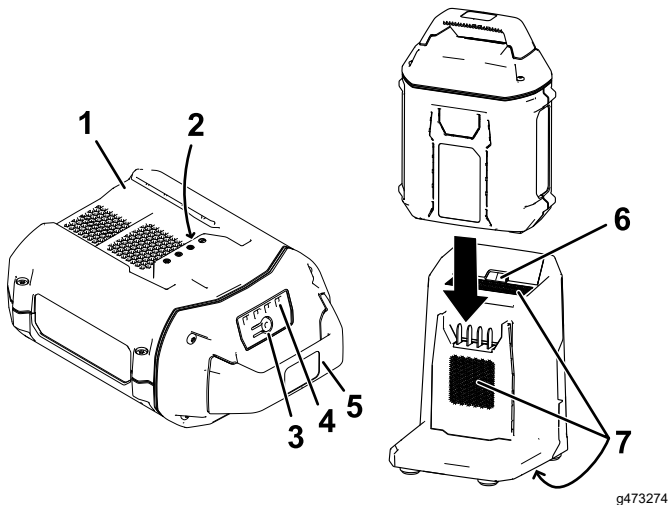

Figura 14
2. Alinhe a cavity na bateria (Figura 14) com o ressalto no carregador.
3. Deslize a bateria para o carregador até que fique totalmente encaixada (Figura 14).